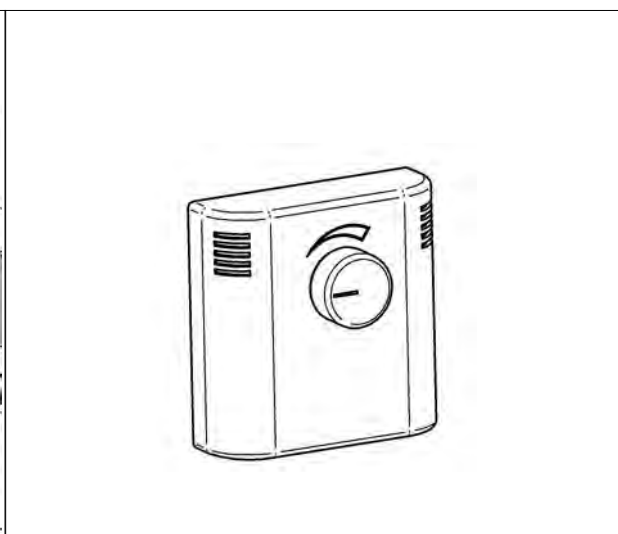

FIG. 13 (RÉGULATEUR DE LA CANALISATION)
- 3 - Fixer le régulateur à une paroi fixe (**FIG.13**)